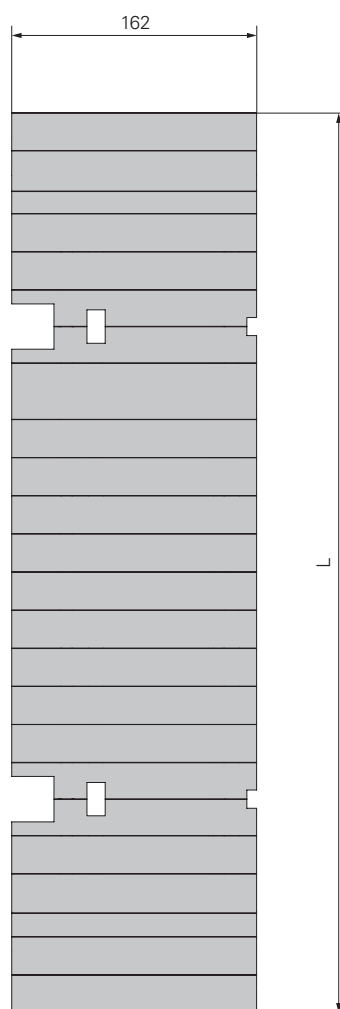

Fig. B6.08
5. Sfinestrare l'impalcato della piattaforma secondo la Fig. B6.08 + B6.09.